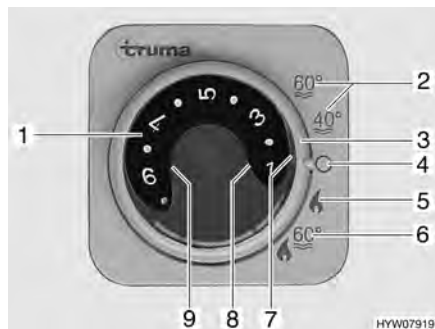

Bild 156 Kontrollenhet för värme/varmvattenberedare
- Respektive driftläge ställer man in med hjälp av vridströmställaren (Bild 156,3).
Värmesystemet väljer automatiskt rätt brännarsteg motsvarande den önskade rumstemperaturen. Då önskad rumstemperatur är uppnådd stängs brännaren av. Vid driftläge "värme och varmvattenberedare" (Bild 156,6) värms även vattnet i varmvattenberedaren upp. Värmen kan vid driftsätt "värme utan varmvattenberedare" (Bild 156,5) köras med tom varmvattenberedare.
- Ställ temperaturvredet (Bild 156,1) på kontrollenheten på önskat steg.
- Ställ in vridströmställaren (Bild 156,3) på vinter drift "värme utan varmvattenberedare" (Bild 156,5) eller på vinter drift "värme och varmvattenberedare" (Bild 156,6).
Den gröna kontrollampan (Bild 156,7) lyser.
- Ställ vridströmställaren (Bild 156,3) i läge "O" (Bild 156,4).
Kombinationen av gasdrift och 230 V-eldrift ger kortare uppvärmningstid (endast möjligt när värmen ställs in på vinterdrift på kontrollenheten (Bild 156)).